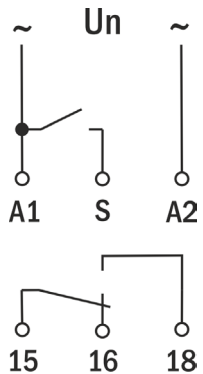

Рисунок 2 – ARK5-T9-A230
2. Подключите реле времени согласно схеме подключения (рис. 2 и 3).